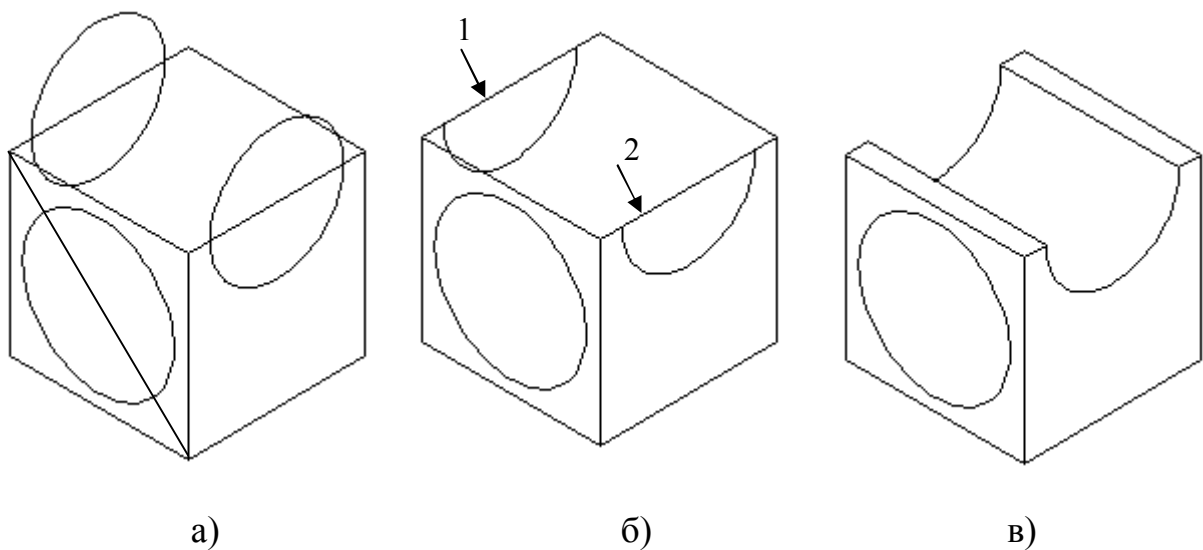

Рисунок 2.2 Вычерчивание изометрии детали с использованием команды **Обрежь**
**Пример 2.** Вычертить изометрию детали (Рис. 2.2 в). Ребро куба равно 60 мм. Радиус окружности взять 25 мм.